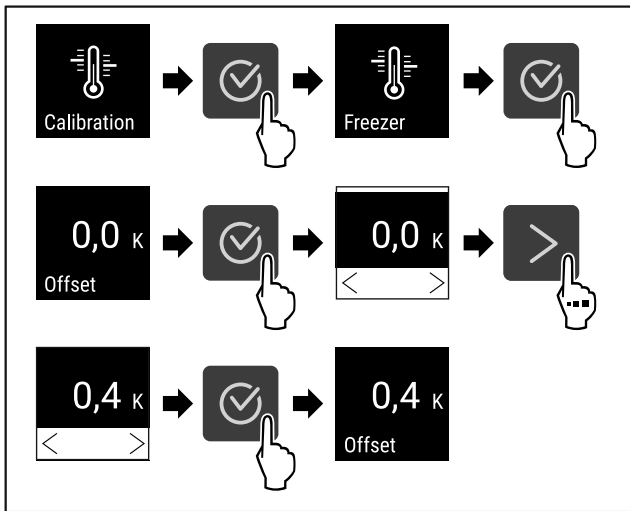

Fig. 95
- ▶ Udfør handlingstrinene (se Fig. 95).